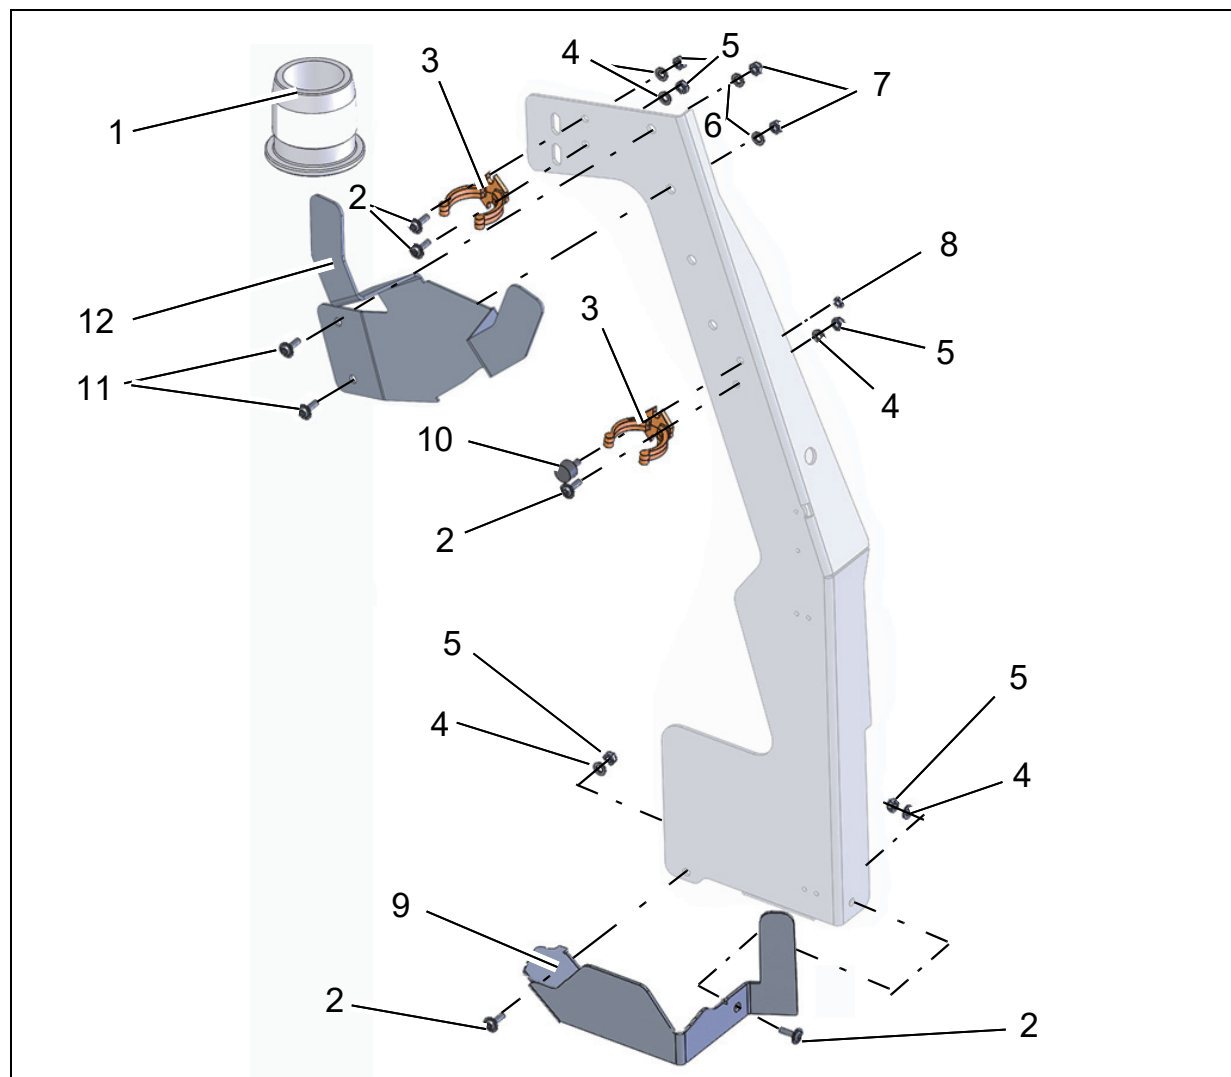

Abb. 1
1. Die beiden Schlauchhalter (Abb. 2/1), das Aufnahmeblech (Abb. 2/2) und den Halter für das Sprühsaugtool (Abb. 2/3) mit den Normteilen (siehe Abb. 1) am Toolhalter (Abb. 2/4) befestigen.